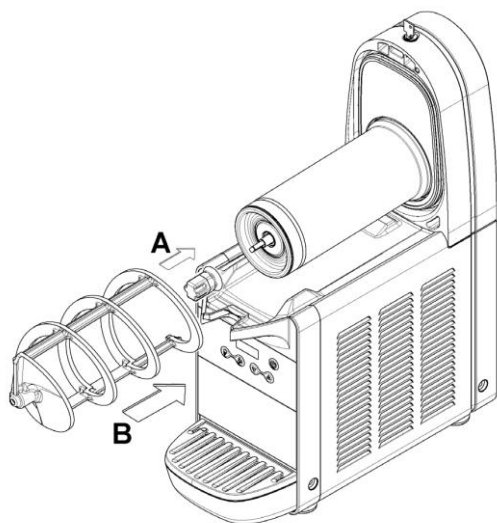

図 11
(5)六角ローター、続いてスパイラルを取り付けます。(図 11 参照)